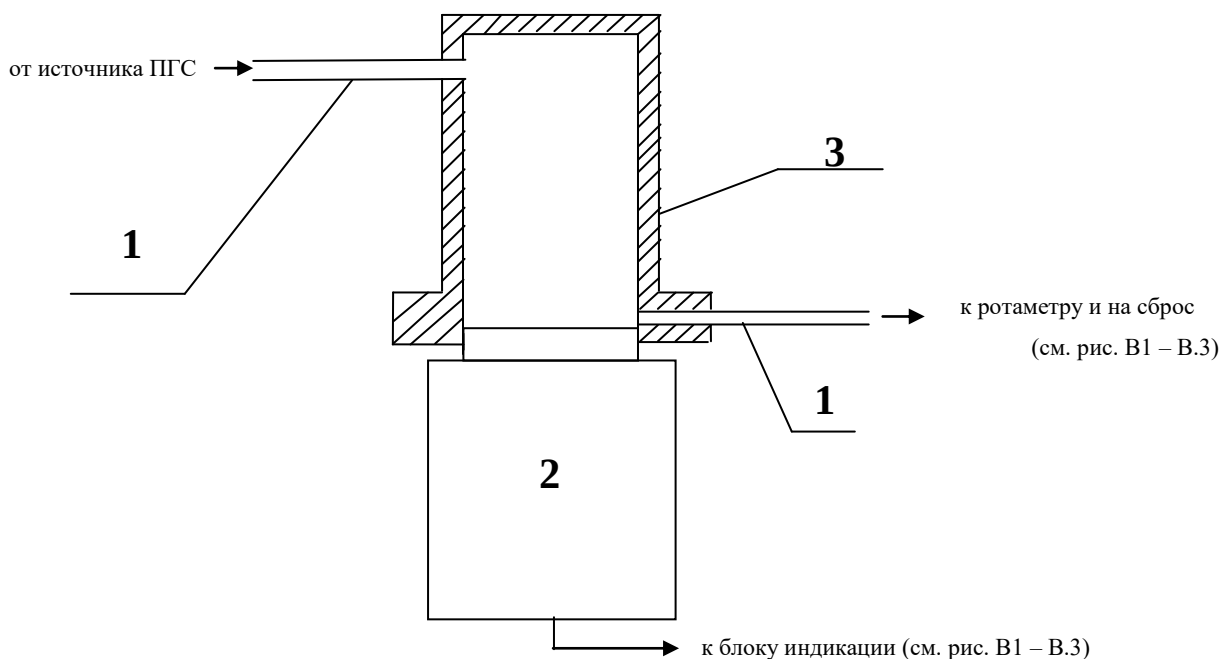

Рис. 3.1. Подача ПГС в адаптер при проверках
3.1.6 В связи с естественным старением сенсоров, желательно периодически проверять чувствительность каналов измерения по поверочным газовым смесям (ПГС №5 согласно Методики поверки), приведенным в таблице 5. Смеси подаются с расходом 0,3 – 0,5 л/мин через адаптер, как показано на рис. 3.1.